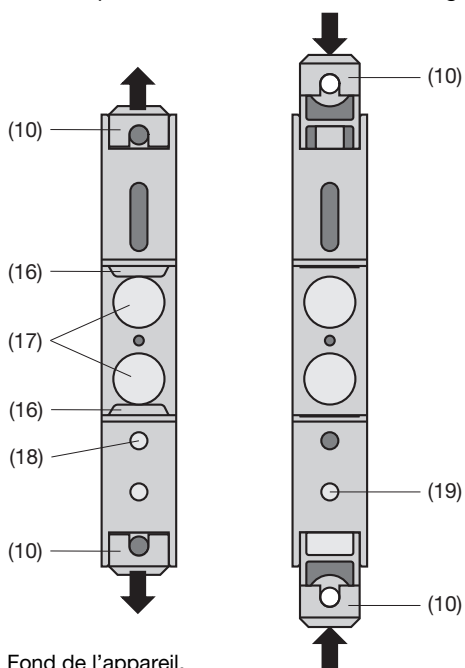

Fig. 8. Fond de l'appareil.
Ensuite tirer en dehors les languettes de fixation (10) en enfouissant en même temps les boutons de verrouillage (18) (voir fig. 8 à gauche).
Pour rentrer si nécessaire les languettes de fixation, il faut enfoncer les boutons de verrouillage (19) et en même temps glisser les languettes de fixation (10) dans la base du boîtier (voir fig. 8 à droite).